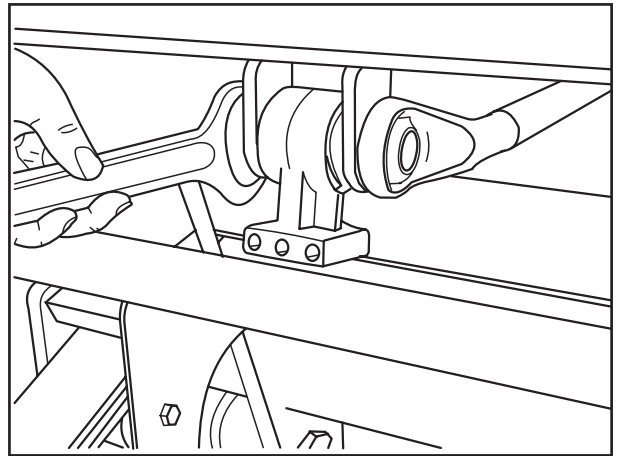

Рис. 4
- [5] При необходимости демонтировать крепление П-образного стабилизатора, для этого отвернуть стопорную гайку с крепежного болта (рис. 4), вытянуть болт и снять крепление.
- [7] Если крепление П-образного стабилизатора было снято, снова установить его (рис. 4), новые стопорные гайки навернуть от руки на болты с шестигранной головкой, не затягивая их.